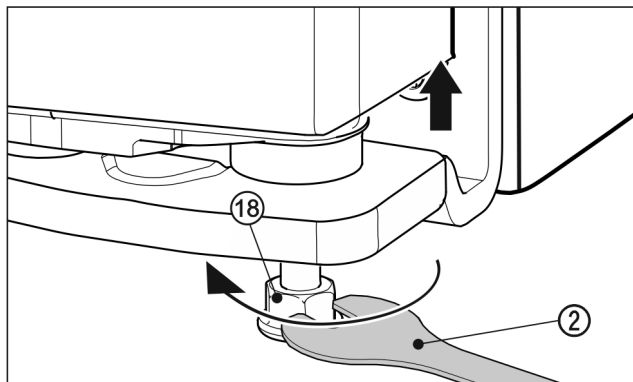

Fig. 26
- Щоб підняти дверцята, прокрутіть вправо опорну ніжку Fig. 26 (18) за допомогою гайкового ключа Fig. 26 (2) з комплекту поставки до контакту з підлогою. Після цього продовжуйте обертати до встановлення потрібної висоти дверцят. На момент постачання опорний гвинт повністю закручений.